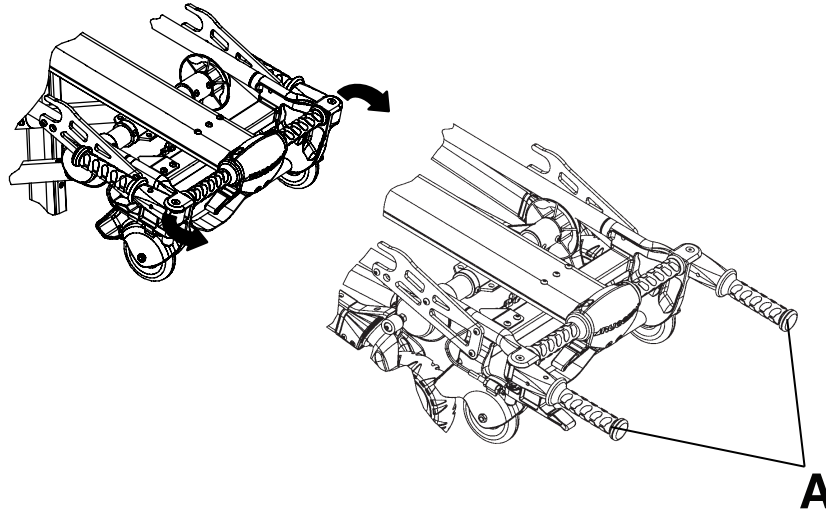

Abbildung 16 – Positionieren der Hebegriffe
1. Die herausziehbaren Hebegriffe (A) in Position drehen (Abbildung 16).